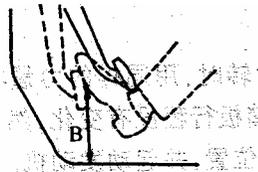

Рисунок 123
- При нормально работающей гидросистеме педаль выжимается до пола с усилием 450 Н. Расстояние от выжатой педали до пола (B) должно быть не менее 75 мм. (рис. 123).